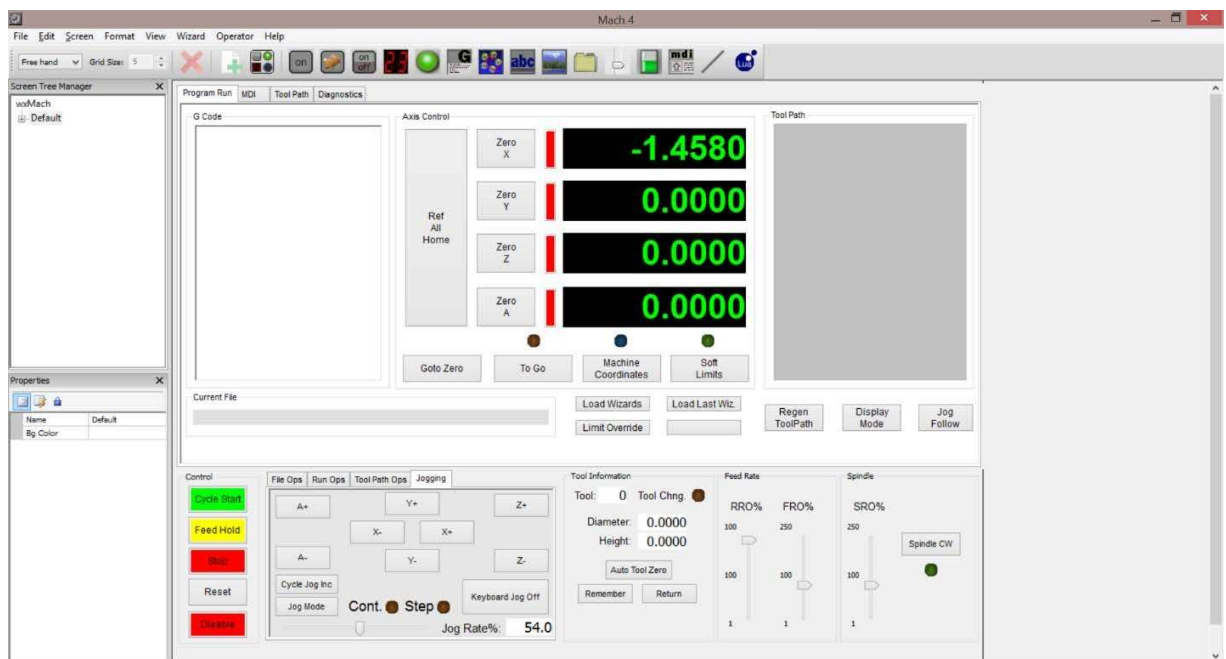

Figure 2-10: Mach4 screen editor
3. **Bildschirm bearbeiten:** schaltet Mach4 in den Bildschirmbearbeitungsmodus, siehe Abbildung 2-10.